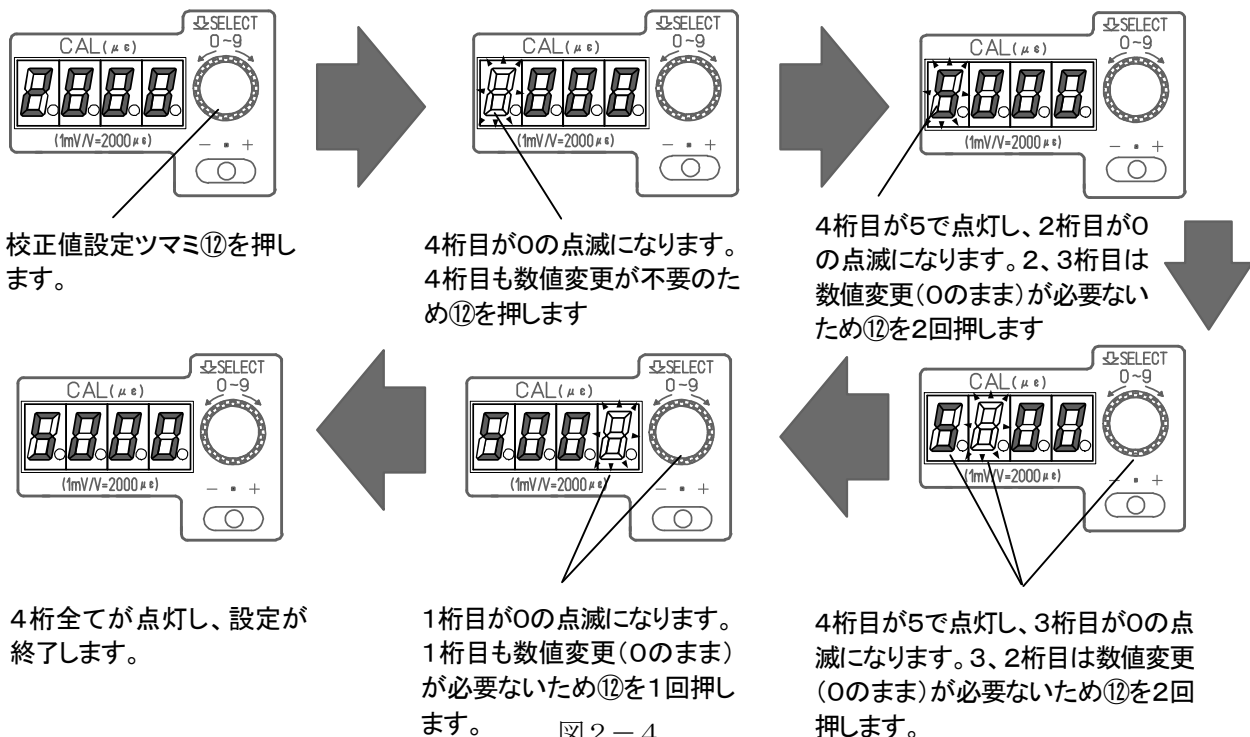

図2-4
校正値設定ツマミ⑫(図2-4を参照)押すと校正値LED⑬の4桁目が点滅します。スイッチを左右に回すと⑬の数値が変わります。(表示値が点滅状態でも設定は行われています。)